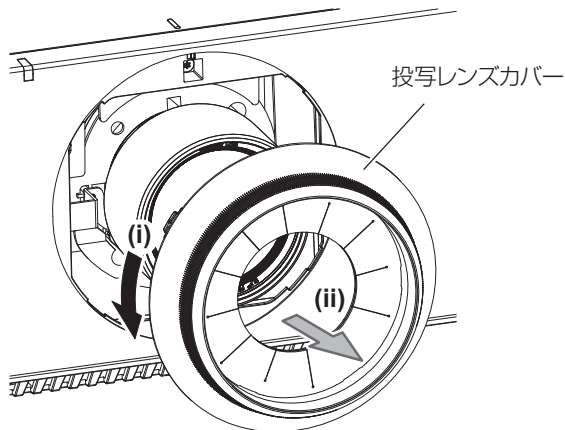

図1
- 1) 投写レンズカバーを反時計方向に回し、取り外す（図1）
- 1) 投写レンズカバーを取り外し、投写レンズのガイドを本体のガイド溝に合わせて奥まで差し込む（図1）